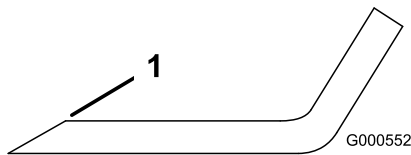

Figura 62
- Utilice una lima para afilar el filo de corte en ambos extremos de la cuchilla (Figura 62).
Nota: Si la cuchilla no está equilibrada, rebaje algo el metal en la parte de la vela solamente con una lima (Figura 62).